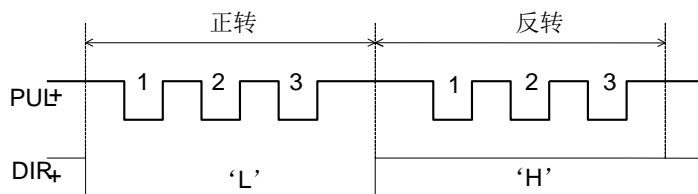
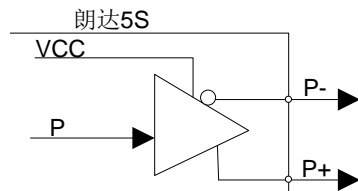

图 2-4 差分信号脉冲指令输出类型
图 2-5 差分信号脉冲指令输出电路
- 控制驱动器运动的脉冲指令形式为脉冲+方向，负逻辑。最高脉冲频率 1MHz。脉冲方式如图 2-4 所示，差分信号输出方式如图 2-5 所示。